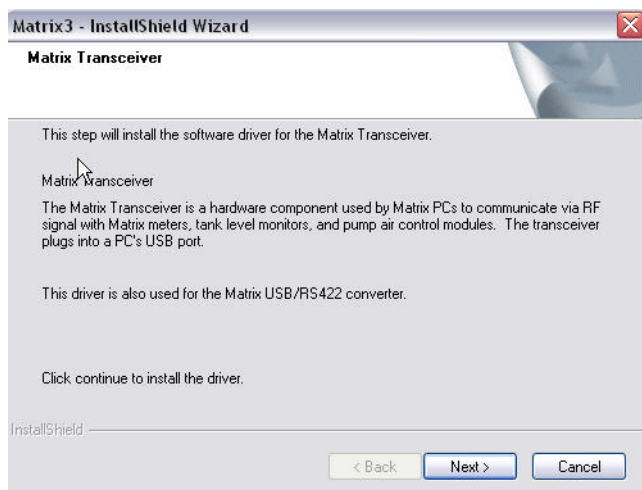

Рис. 9
10. Система настраивает конфигурацию базы данных Matrix. Когда появится экран «Matrix Transceiver» [Приемопередатчик Matrix] (Рис. 9), нажмите «NEXT» [ДАЛЕЕ], чтобы начать установку драйвера приемопередатчика.